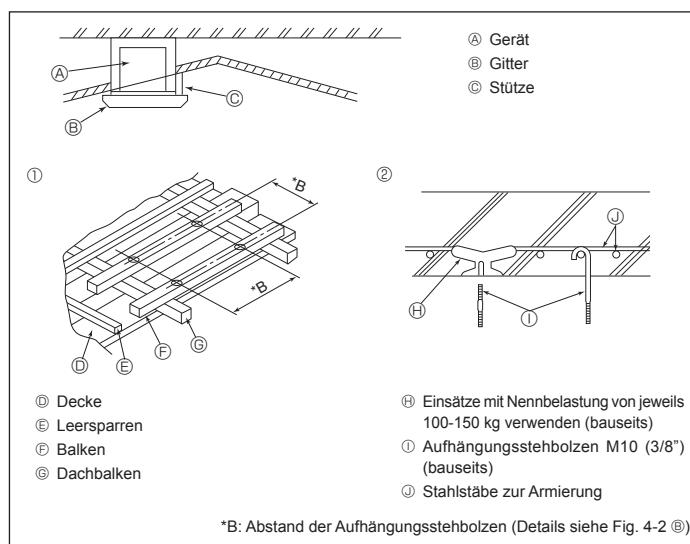

Fig. 4-4
4.4. Bauliche Gestaltung der Aufhängung (Baustuktur der Aufhängung muss hoch belastbar sein) (Fig. 4-4)